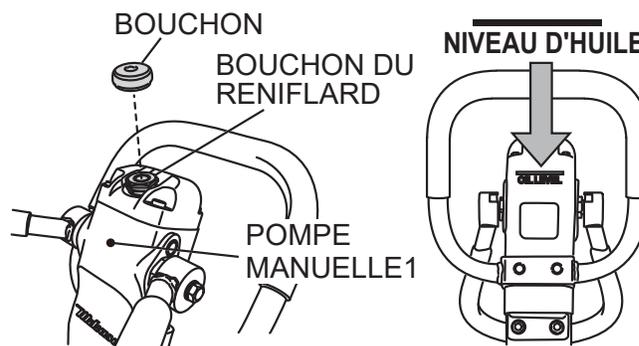

Figure 27. Démontage du capuchon/bouchon du reniflard
1. Avec la poignée en position verticale, enlevez le bouchon qui est sur la pompe hydraulique (Figure 27).
6. Verser de l'huile hydraulique (330 cm³) dans le trou du bouchon reniflard de la pompe hydraulique (Figure 27).